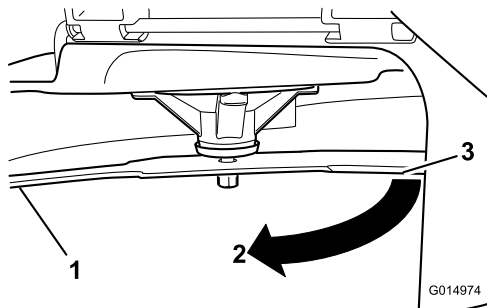

Figure 55
3. Seconde distance mesurée entre la lame et la surface (B)
4. Tournez la même lame de 180 degrés pour amener le tranchant opposé à la même position (Figure 55).